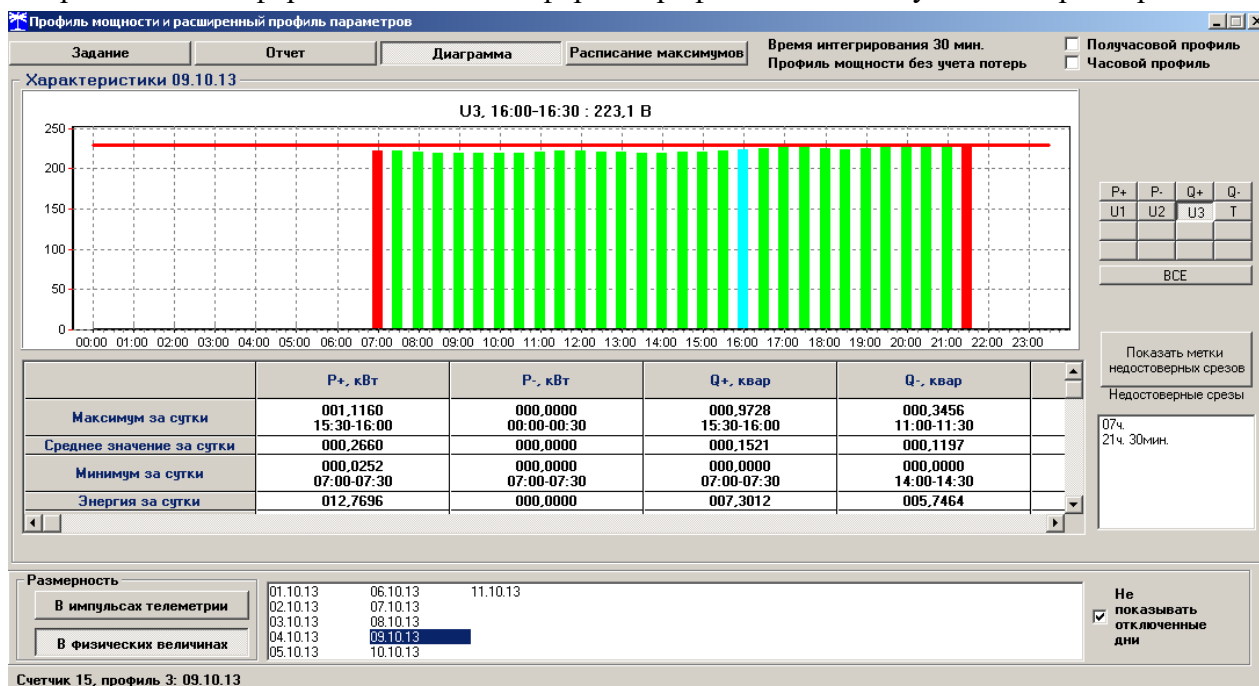

Рисунок 23 – Профиль напряжения фазы 3
15.9 Чтение данных расширенного массива профиля производится посредством формы «Профиль мощности и расширенный профиль параметров»\«Чтение» из меню «Параметры», аналогично базовым массивам, как описано в п.п. 14.5- 14.8, для профиля № 3. Вид прочитанного профиля напряжения фазы 3 приведен на рисунке 23. Поскольку профиль №3 восьми канальный, то на поле формы рисунок 23 активны восемь кнопок выбора профилируемых параметров (P+, P-, Q+, Q-, U1, U2, U3, T). Нажатие на любую из них приводит к отображению в информационном окне формы профиля соответствующего параметра.